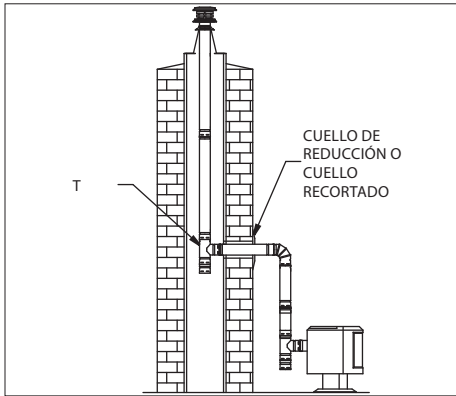

Figura 16
1. Ajuste el equipo en su ubicación final y marque el centro del agujero donde el tubo va a penetrar en la chimenea de mampostería (Figura 16). Asegúrese de cumplir con las especificaciones del fabricante en cuanto al espacio libre y las distancias de las superficies combustibles.
- B. Hay una T instalada en el extremo inferior de la tubería vertical (Figura 16).
- C. Se requiere un cuello de reducción o un cuello delgado alrededor de la sección de la tubería que pasa a través de la mampostería para darle un buen aspecto acabado (Figura 16).